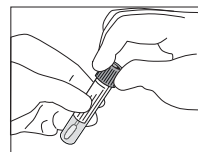

Abb. 3
- Setzen Sie die Kappe wieder auf das Röhrchen und verschließen sie fest (Abb. 3).